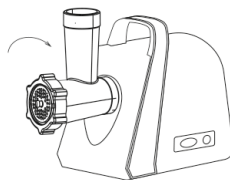

рис.6
7.1.5 Зафиксируйте конструкцию с помощью фиксирующего кольца, завернув его по часовой стрелке, как указано на рис. 6. Не затягивайте кольцо слишком туго.